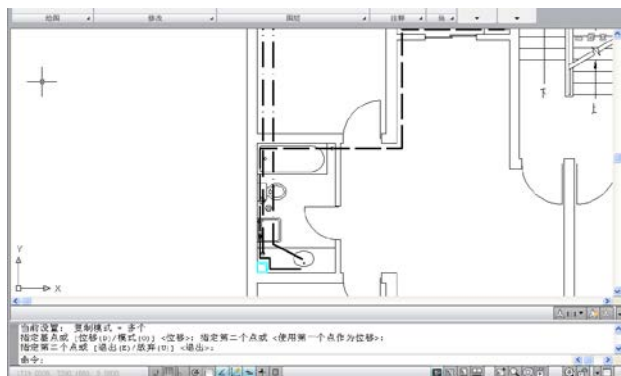

图 18.17
(2) 将多段线分解, 单击【常用】/【绘图】面板/【圆】工具 , 根据设计端点绘制多个直径为 75 的小圆, 如图 18.17 所示。